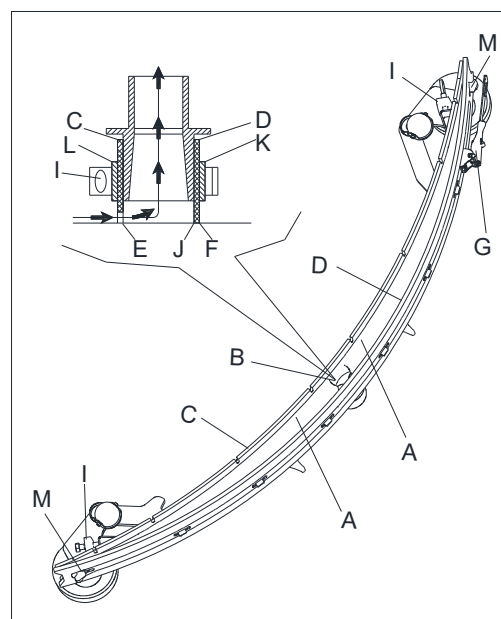

Figura 23
2. Asigurați-vă că muchiile (E, Figura 23) lamei frontale (C) și muchiile (F) lamei posterioare (D) sunt așezate la același nivel, de-a lungul lungimilor lor; dacă este necesar, ajustați-le înălțimea în felul următor:
- Scoateți racordul (G), desfaceți elementele de prindere (M) și ajustați lama din spate (D), apoi fixați elementele de prindere (M) și instalați racordul (G).
- Slăbiți butoanele-șuruburi (I) și ajustați lama din față (C), apoi strângeți butoanele-șurub.
3. Verificați lama din față (C) și lama din spate (D) să nu fie uzate, rupte, tăiate; dacă este necesar, înlocuiți-le conform următoarei proceduri. Verificați colțarul din față (J) al lamei din spate (D) să nu fie uzat; dacă este necesar, întoarceți lama cu partea de jos în sus, pentru a înlocui colțarul uzat cu unul nou. Dacă și celelalte colțare sunt uzate, înlocuiți lama conform următoarei proceduri:
- Scoateți racordul (G), desfaceți elementele de prindere (M) și scoateți banda de prindere (K), apoi înlocuiți/ răsuciți lama (D). Asamblați lama în ordinea inversă dezamblării.
- Deșurubați butoanele-șurub (I) și scoateți banda de fixare (L), apoi înlocuiți lama din față (C). Asamblați lama în ordinea inversă dezamblării. După înlocuirea lamei (sau răsucirea acestora pe partea cealaltă), ajustați înălțimea lor, cum se arată în paragraful anterior.